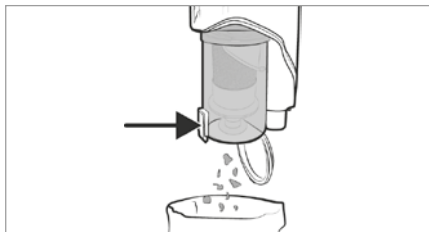

Fig. 18
- 2) Il coperchio del contenitore della polvere **9** si apre e il contenuto viene svuotato nella pattumiera (vedere fig. 18). Quindi richiudere il coperchio del contenitore della polvere **9**.